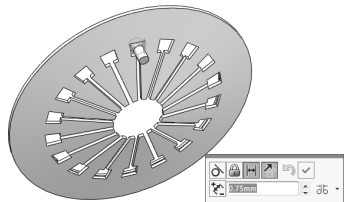

图 6-55 添加铆钉与膜片弹簧的距离配合约束
STEP 10 继续添加铆钉与膜片弹簧的距离配合约束，令铆钉与膜片弹簧空隙的边缘面的距离为“0.75mm”，从而定义铆钉相对于膜片弹簧的位置，如图 6-55 所示。